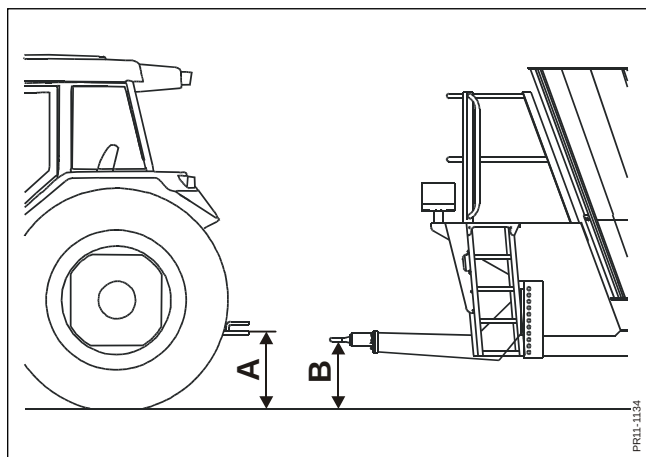

Fig. 3.1
Fig. 3.1 Mål højdeforskellen mellem traktorens (A) og maskinens (B) tilkobling. Medregn målet fra tilkoblingen. Hvis højdeforskellen er mere end 50 mm, skal hele trækket flyttes op/ned der hvor det er monteret på undervognen.